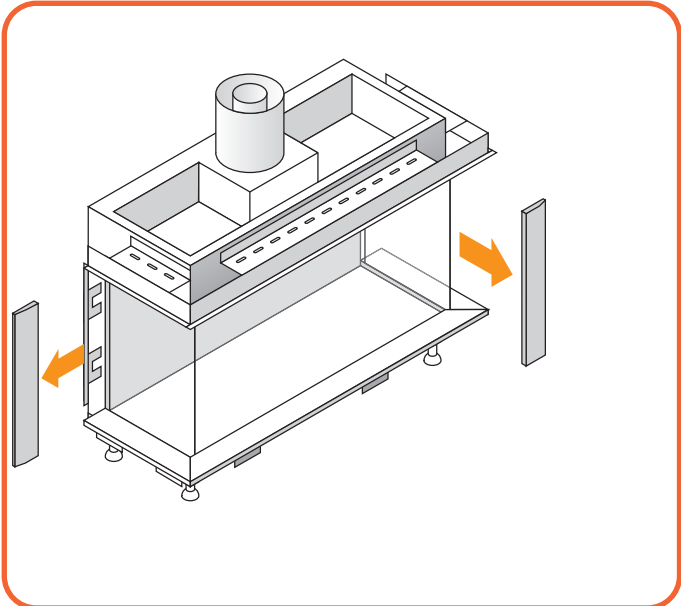

Abb. 9.4 Abneme die Seitenverkleidung
- Nehmen sie die obere Verkleidung ab (Abbildung 9.4).
- Entfernen Sie beide Seitenverkleidungen. Sie werden durch magnetische Clips gehalten (Abbildung 9.4).